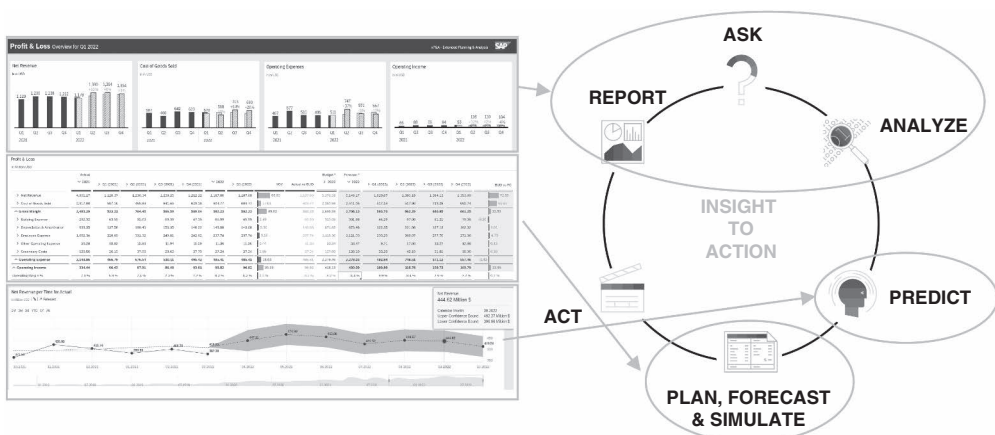

Abbildung 1.2: Integration als zentraler Aspekt
Abbildung 1.2 zeigt, wie hilfreich eine integrierte Sichtweise sein kann: Mithilfe der aufbereiteten Ist-Daten (1) erfolgt eine Analyse. Gleichzeitig können diese Daten für einen automatischen Forecast genutzt werden (2), der wiederum die Grundlage für eine Planungs- oder Szenariorechnung (3) darstellt.